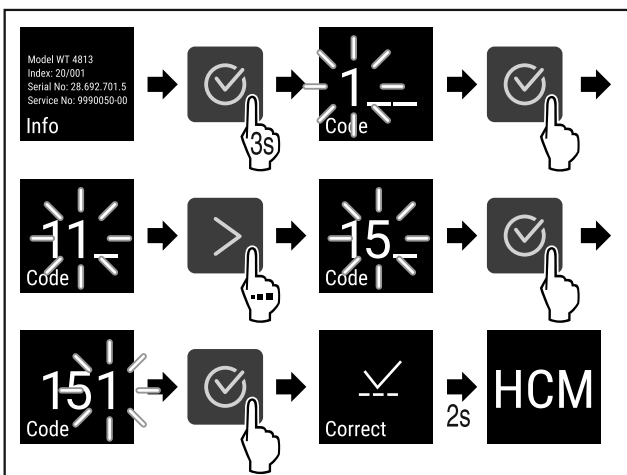

Fig. 63
- ▶ Végezze el a gyakorlati lépéseket (lásd Fig. 63).